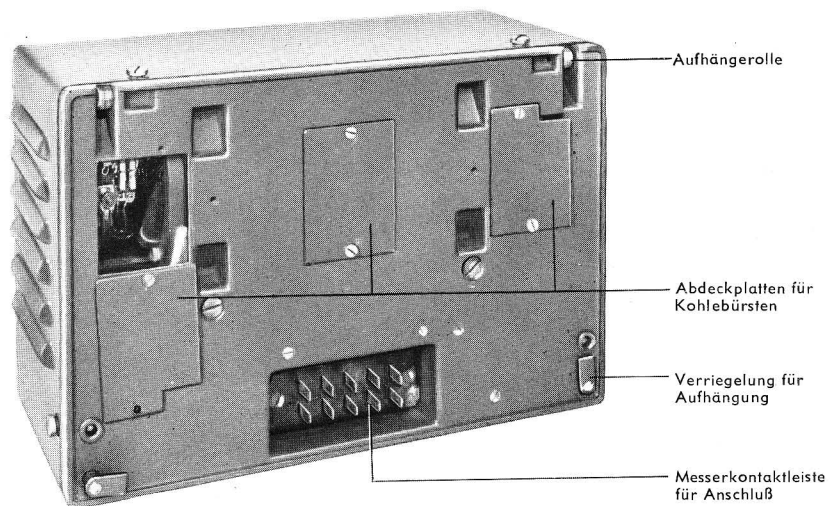

Abb. 33 Umformer U 11 a (Rückansicht)
Die hinteren Kohlebürsten sind nach Lösen der Bürstenabdeckungen auf der Rückseite des Umformers zugänglich (vgl. Abb. 33).
60. Der Rahmensteuerschalter (vgl. Abb. 33 und 34) enthält eine Widerstandswicklung, die in der Mitte unterbrochen ist. Der in seiner Mittelstellung federgefedelte Schleifer wird mit einem Bedienungsknebel betätigt und bewirkt je nach Größe und Richtung der Auslenkung verschiedene